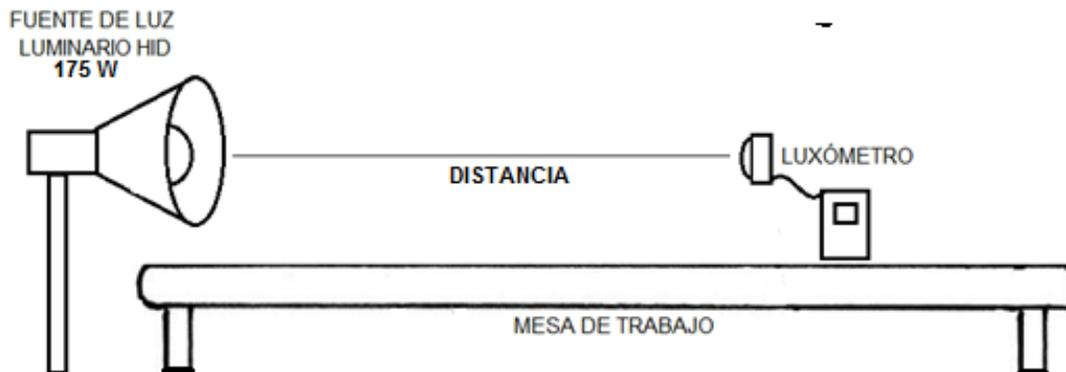

Figura 2. Posicionamiento del luminario y el luxómetro.
2. Colocar el luxómetro enfrente de la fuente de luz a una distancia de 0.10 m como lo muestra la figura 2.